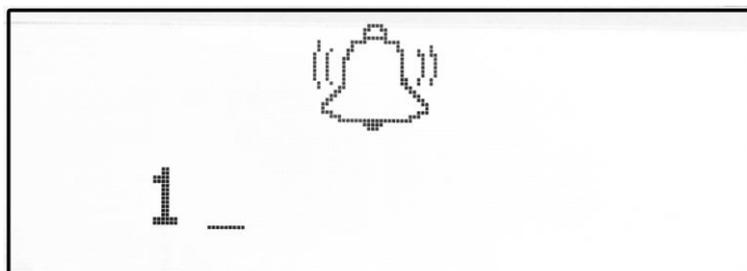

Рисунок 20
- интенсивность аварийного сигнала (рисунок 20);